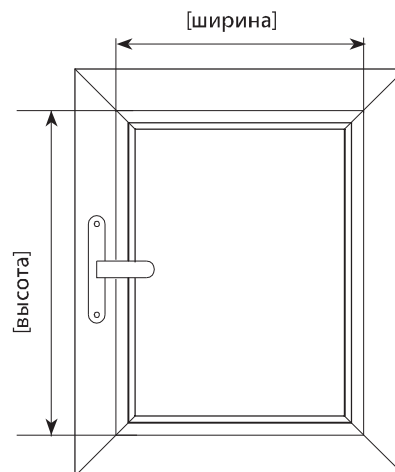

Рис.2. Замер при установке на раму окна
- [Ширина] = [Ширина по штапику] (см. рис.2).